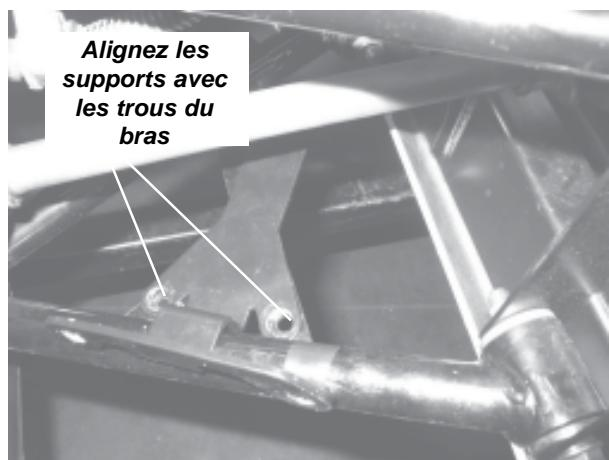

Figure 1
2. Place bracket (A3) on top of lower a-arm. Align holes in bracket with holes in flange of a-arm. **(Figure 1)**
2. Placez le support (A3) sur le bras triangulaire inférieur. Alignez les trous du support avec les trous de la bride du bras triangulaire. (**Figure 1**)